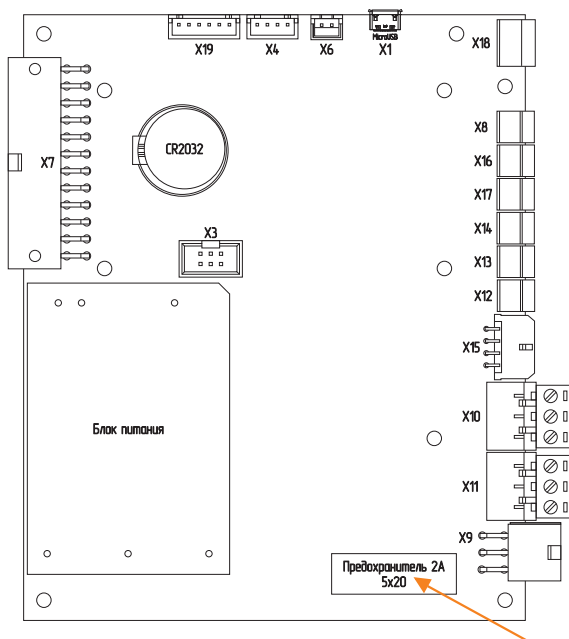

Рис. 22 Плата контроллера
3. Замените предохранитель **Рис. 22** (запасной предохранитель в базовой комплектации котла).